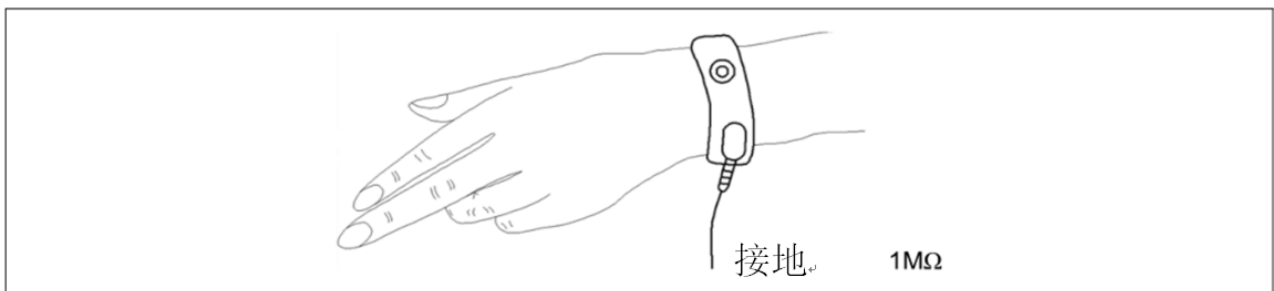

图 1
- b. 如图1所示，通过腕带将操作员的身体接地，并将其连接到电源地；